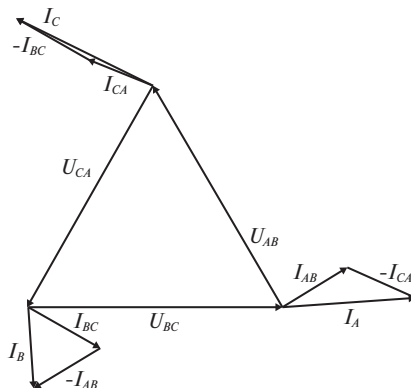

Рис. 77
3. Построим векторную диаграмму (рисунок 77):